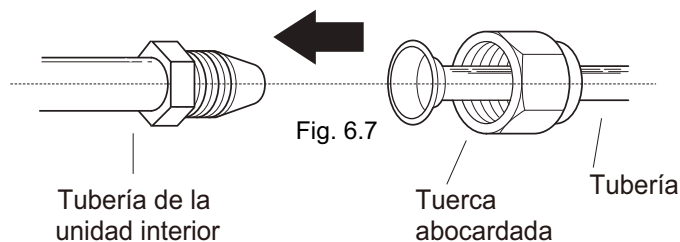

Fig. 6.7
1. Alinee el centro de las dos tuberías que va a conectar. Véase Fig. 6.7